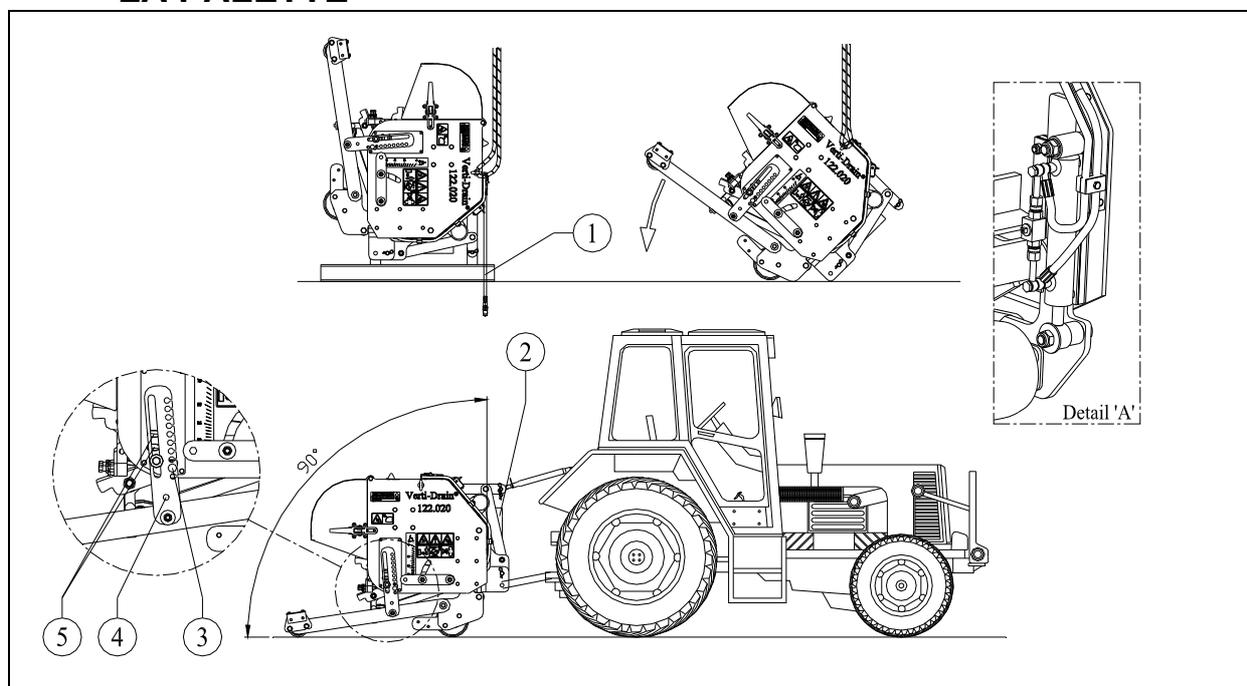

Figure 8
La machine est placée verticalement sur la palette. Suivez les étapes suivantes pour retirer la palette et placer la machine horizontalement sur le sol (voir Figure 8) :
- Pour éviter trop d'entraînement du rouleau arrière en cas de piquage peu profond, le fait de pousser l'axe de protection (3) dans l'un des orifices (5) va bloquer le rouleau arrière (voir Figure 8).
- Dans le cas d'un angle de 90°, les axes vont dans le sol perpendiculairement seulement si la machine est installée correctement (voir Figure 8). Si la machine n'est pas installée correctement, une force F peut survenir qui endommagerait le moteur.
- Si le Verti-Drain est mal attaché au tracteur, des angles de prise de force différents peuvent causer des vibrations dans la transmission de la machine (voir Figure 8). Ces vibrations peuvent endommager la machine et les trous dans le sol.